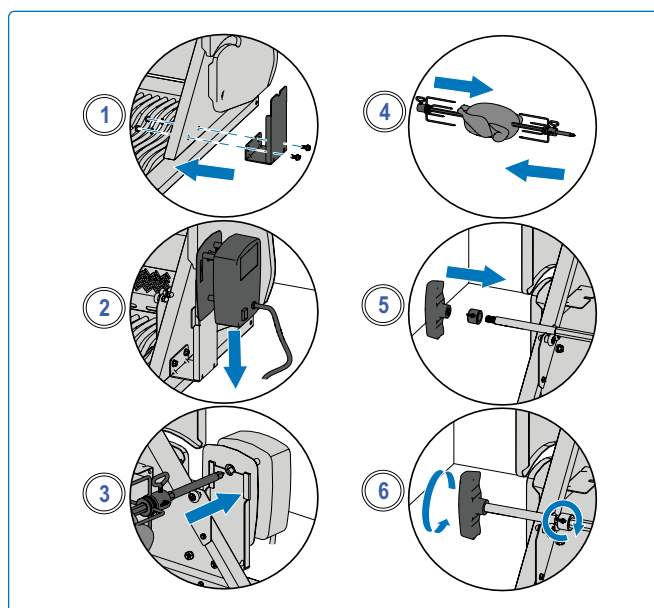

Fig. 6
5. Faites glisser la deuxième fourchette de la rôtissoire sur la broche et poussez-la dans le poulet jusqu'à ce que les 3 poulets soient bien serrés ensemble. Serrez (**Fig. 6**).